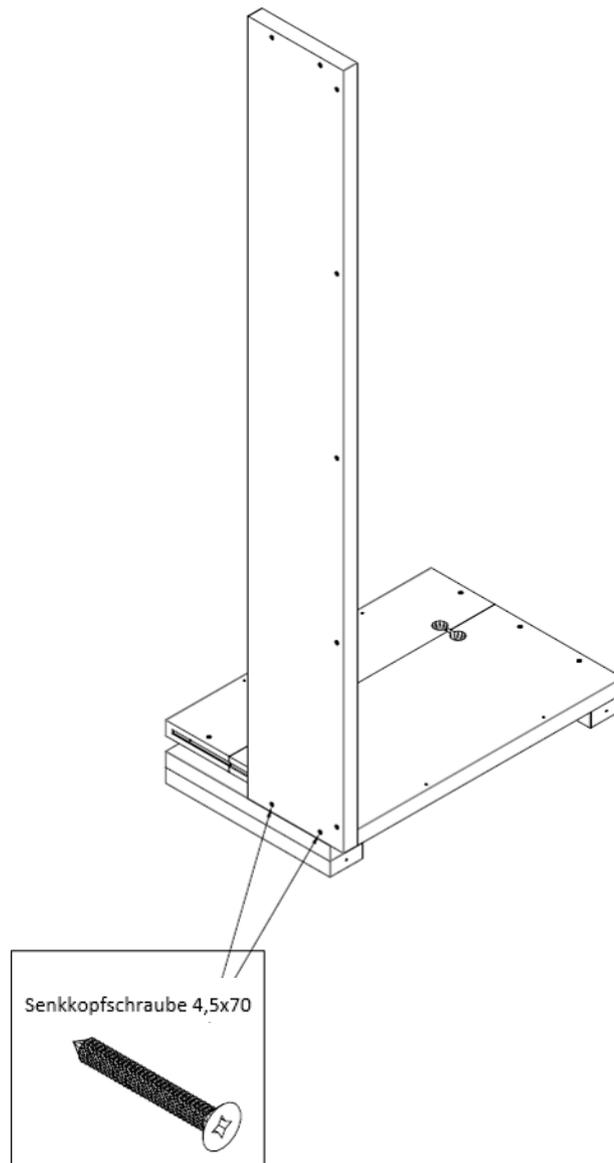

Abb.7
- 1 Ein Seitenelement gegen Bodenelement auf den Sockelstreifen aufstellen, Vorderkante bündig ausrichten und verschrauben (Abb.7).